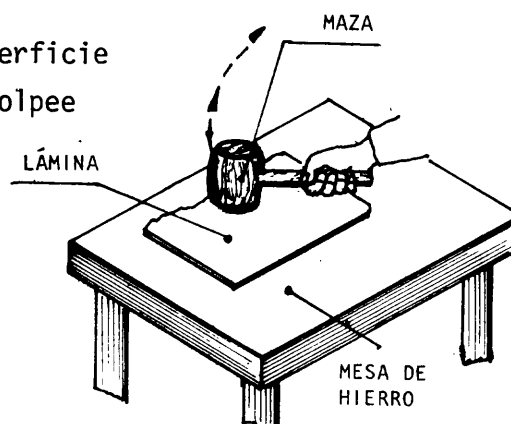

Fig. 3
- a Apoye la chapa sobre una superficie plana y con un mazo de madera golpee el borde deformado por la acción del corte (fig. 3).